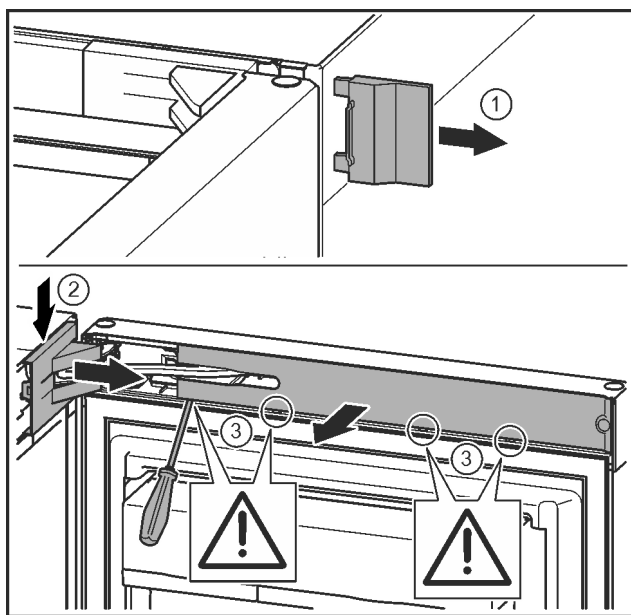

Fig. 9
- Свалете външния капак. *Fig. 9 (1)*
- Освободете и развийте капака на лагерната стойка. Свалете капака на лагерната стойка. *Fig. 9 (2)*
- Освободете капачката с плоска отвертка и я завъртете настрана. *Fig. 9 (3)*